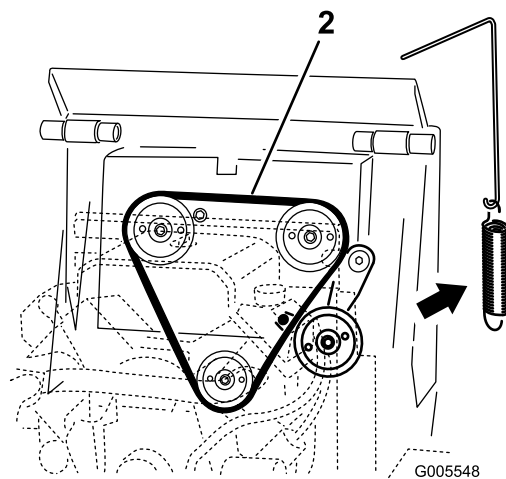

Figura 44
4. Retire el muelle de la polea tensora del conjunto de la polea tensora (Figura 44).
6. Instale una nueva correa de transmisión alrededor de las tres poleas (Figura 44).